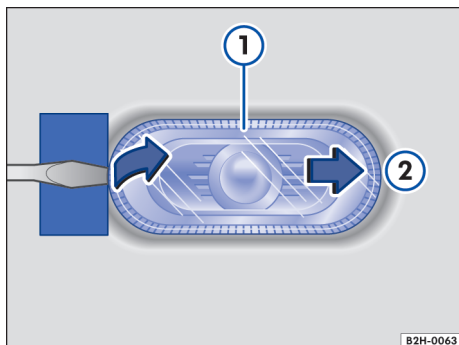
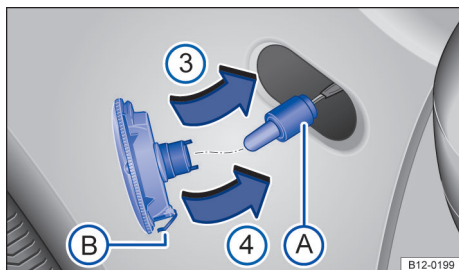

Fig. 153 Lado esquerdo do veículo: remover a lanterna lateral dos indicadores de direção
Fig. 154 Lanterna lateral dos indicadores de direção: substituir a lâmpada incandescente.
→ Fig. 153 e → Fig. 154
- 2 Posicionar a chave de fenda das ferramentas de bordo com a lâmina plana no lado da lanterna lateral do indicador de direção que aponta para a traseira do veículo → **⌚**. Deslocar a lanterna lateral dos indicadores de direção para trás, em sentido oposto ao da força de mola → Fig. 153 **⌚**.
- 4 Remover o suporte da lâmpada incandescente com a lâmpada em linha reta → Fig. 154 **A**.